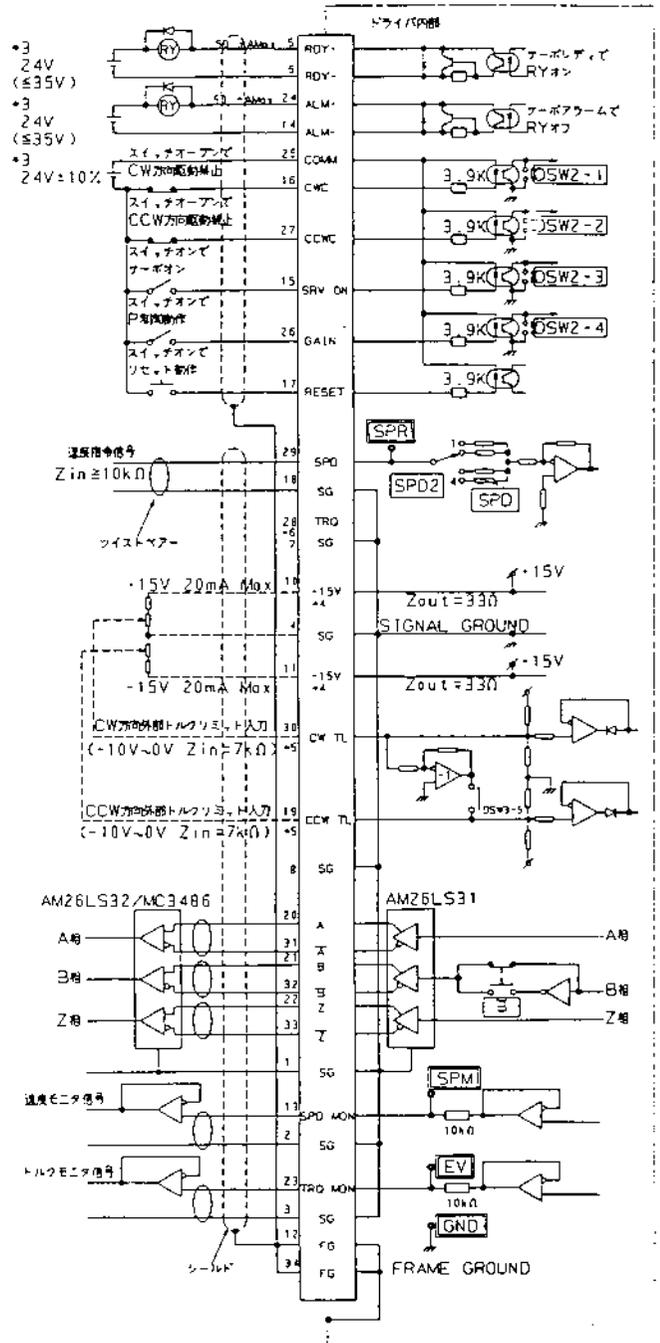

図3. コネクタCN I/Fへの配線例
- (1) ドライバと周辺機器は配線が短く (3m以内) なるように極力近距離に配置してください。
- (2) パワーライン(R, T, r, t, U, V, W)と信号ライン(CN I/F, CN SIC)の配線はできるだけ離し(30cm以上)、同一ダクト内を通したり、一緒に結束しないでください。
- (3) DC 24V ± 10%の電源はお客様の方で御準備ください。図3 (\*3)
- (4) +15V, -15Vの電源は、速度指令信号と外部トルクリミット入力信号回路を構成する目的以外には使用しないでください。図3 (\*4)
- (5) 外部トルクリミット機能を使用されない場合は19, 30ピンはオープンとしてください。図3 (\*5)
- (6) 28ピンには何も接続しないでください。図3 (\*6)
### 6-1 入出力回路構成 …… 5 ページ図3 に示す結線図と 15 ページ 9 項 外形寸法図を参照ください
入力回路の構成方法については 5 ページの図 3 に示す結線図を参照ください。
2. 出力回路にリレーを御使用される場合、5 ページの図 3 に示す方向でリレーと並列に必ずダイオードを装着してください。ダイオードの未装着、逆向きの装着ではドライバが破損します。
5ページの図3を御参照ください。